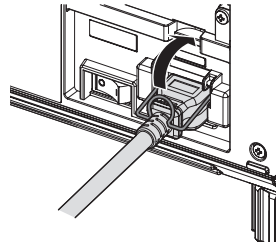

Figura 1
- 1) Confirme que el soporte del cable de alimentación está subido para poder insertar el cable. (Figura 1)
- 2) Levante el soporte del cable de alimentación que fija este cable. (Figura 1)